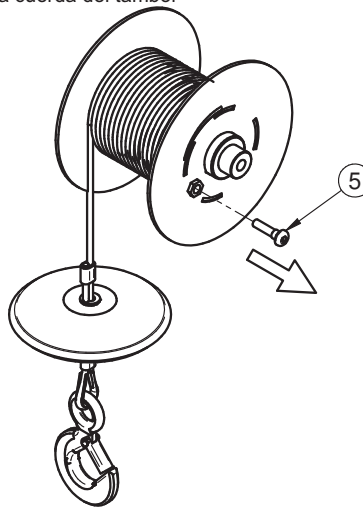

Fig. 4.3
3) Desenroscar y retirar el tornillo Ref.5 Fig.4.3 y desenrollar completamente la cuerda del tambor